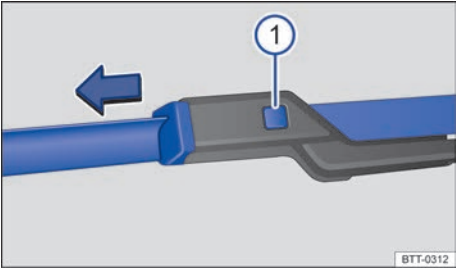

图 161 更换风窗刮水器刮水片
- 按住分离按钮 ⇒ 图 161 ❶，同时沿箭头方向拉出刮水片。